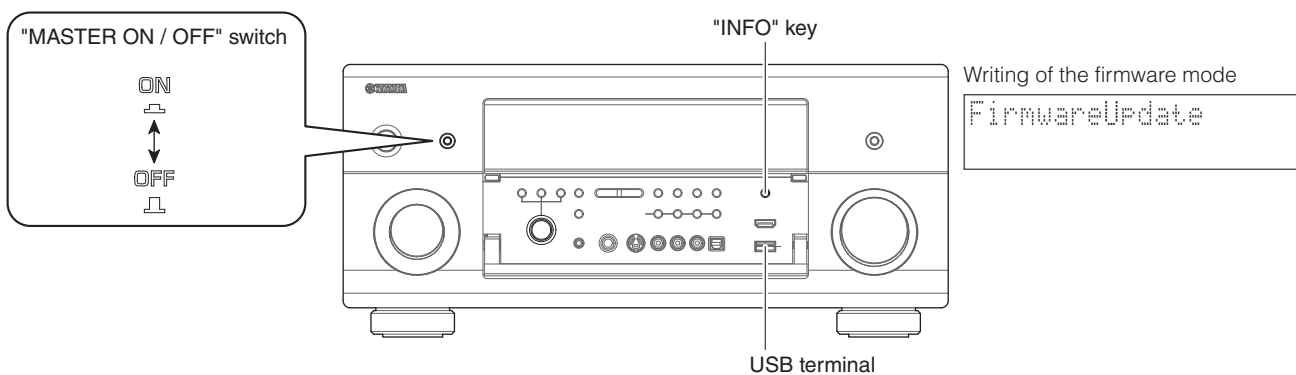

Fig. 2
3. Insert the USB flash memory to the USB terminal of this unit. (Fig. 2)
4. Press the "MASTER ON/OFF" switch of this unit to the ON position. (Fig. 2)
5. While pressing the "INFO" key of this unit, connect the power cable to the AC outlet. (Fig. 2)
3. 本機のUSB端子にUSBフラッシュメモリーを差し込みます。(Fig. 2)
4. 本機の"MASTER ON/OFF"スイッチを押してオンにします。(Fig. 2)
5. 本機の"INFO"キーを押しながら、電源コードをACコンセントに接続します。(Fig. 2)